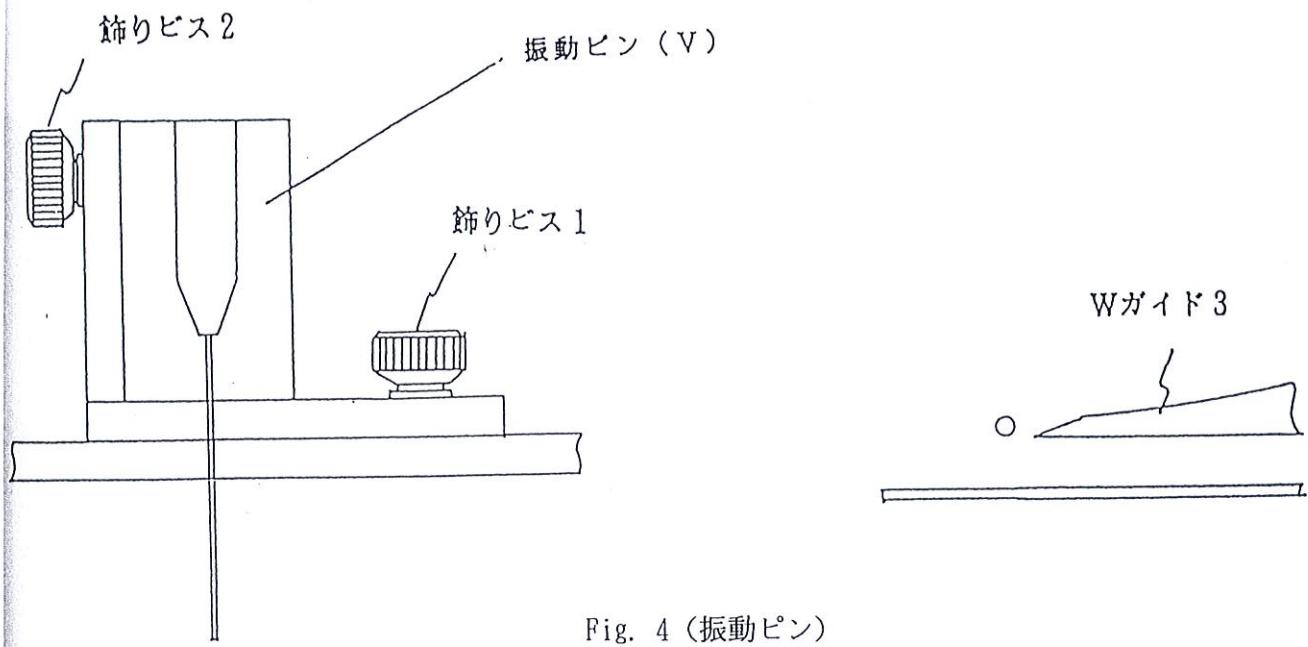
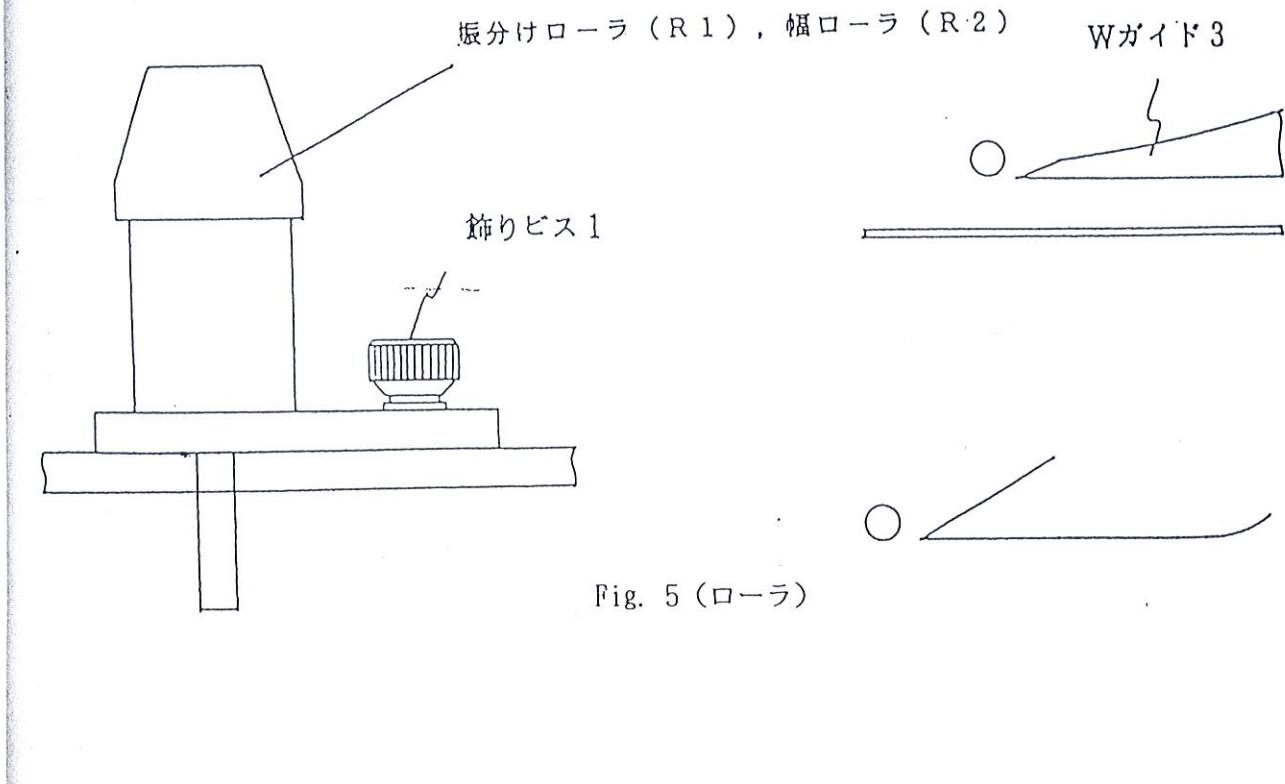

Fig. 4 (振動ピン)
Fig. 5 (ローラ)
2. 取り付ける際に、振動ピン、ローラの先端が Fig. 4、Fig. 5 のようにな